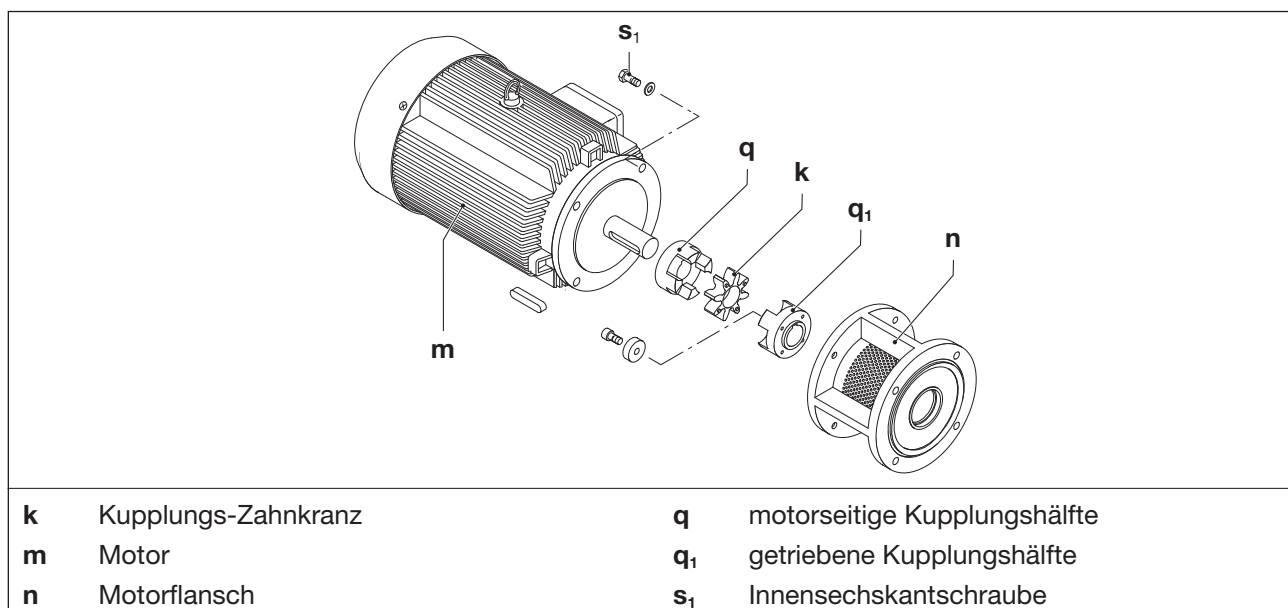
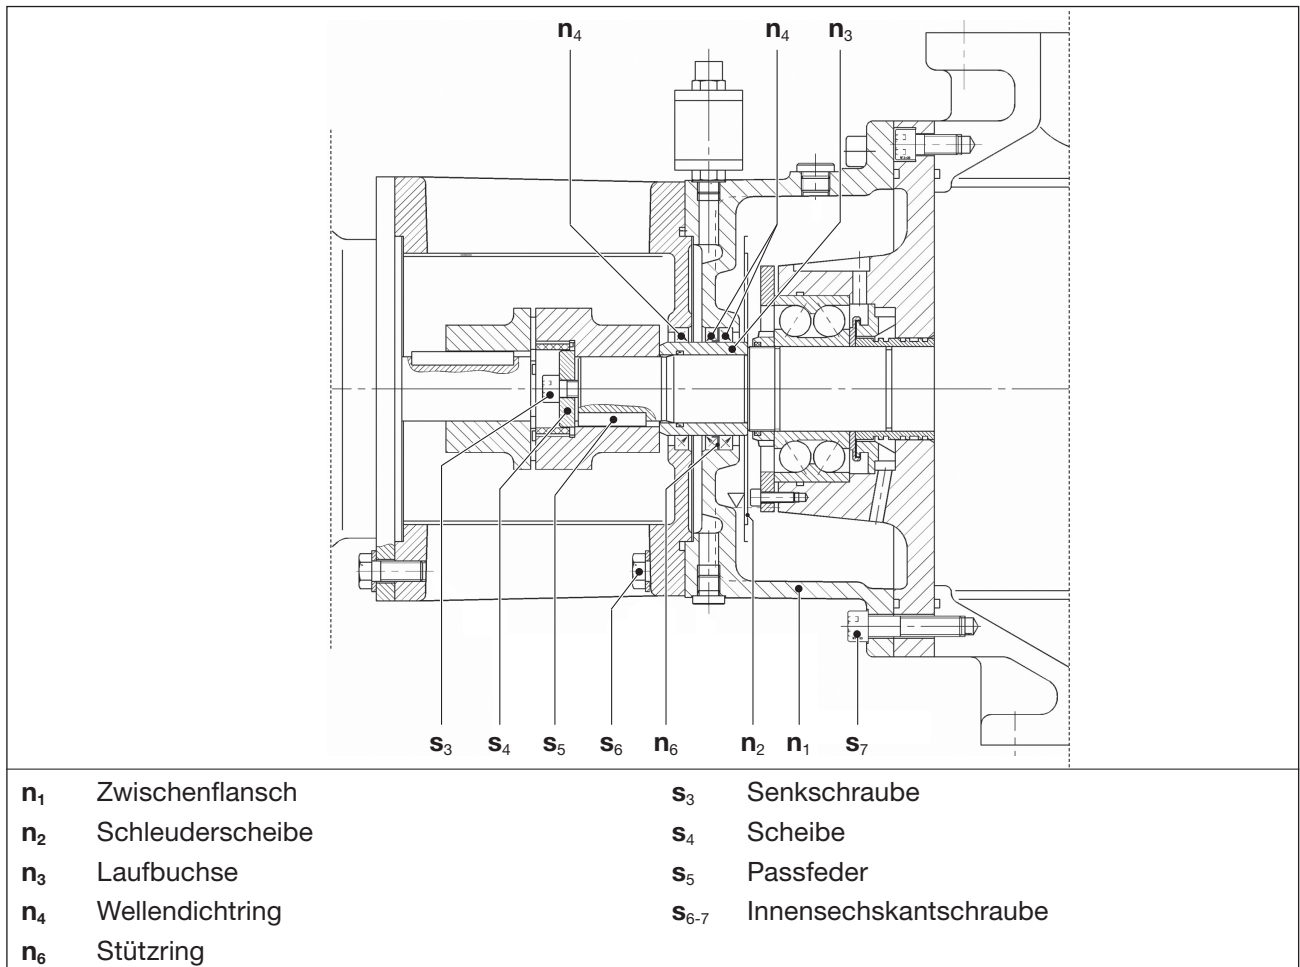

Abb. 10 Kupplung VWP 2500
Abb. 12 Wellendichtringe und Laufbuchse VWP 2500
Der Kupplungszahnkranz (Abb. 10/k) unterliegt einem Verschleiß und muss regelmäßig (mindestens 1 x pro Jahr) überprüft werden.
- b) Hebezeug am Motor (Abb. 10/m) befestigen (z.B. mit Rundschlinge oder Hebebändern).
- c) Schrauben (Abb. 10/s₁) am Motor (Abb. 10/m) lösen.
- d) Motor mit motorseitiger Kupplungshälfte (Abb. 10/q) vom Motorflansch (Abb. 10/n) axial abziehen und mittels Hebezeug aufhängen.
- e) Zahnkranz (Abb. 10/k) auf Beschädigung und Verschleiß prüfen und gegebenenfalls tauschen.
- f) Zahnkranz und Motor mit motorseitige Kupplungshälfte wieder axial aufschieben und mit den Schrauben (Abb. 10/s₁) am Motorflansch (Abb. 10/n) befestigen.
- c) Innensechskantschrauben (Abb. 10/s₁) am Motor (Abb. 10/m) lösen.
- e) Senkschraube (Abb. 12/s₂) lösen und mit der Scheibe (Abb. 12/s₃) entfernen.
- f) Die getriebene Kupplungshälfte (Abb. 10/q₁) mit einem geeignetem Abzieher vom Drehkolben abziehen.
- h) Innensechskantschrauben (Abb. 12/s₆) lösen und Motorflansch (Abb. 10/n) entfernen.
- j) Innensechskantschrauben (Abb. 12/s₇) entfernen.
- k) Zwei Schrauben in die zwei Gewindebohrungen (Abb. 3/a₆) eindrehen und den Zwischenflansch (Abb. 12/n₁) abdrücken.
- l) Die Laufbuchse (Abb. 12/n₃) vom Drehkolben abnehmen.
- m) Neue Laufbuchse (Abb. 12/n₃) und O-Ring aufschieben. Darauf achten, dass der O-Ring nicht beschädigt wird.
- n) Die Wellendichtringe (Abb. 12/n₄) und den Stützring (Abb. 12/n₆) mit einem Austreibdorn aus dem Motorflansch und dem Zwischenflansch austreiben.
- o) Neue Wellendichtringe (Abb. 12/n₄) und neuen Stützring (Abb. 12/n₆) montieren. Auf richtige Einbaulage achten.
- p) Zwischenflansch (Abb. 12/n₁) wieder anbringen und mit den Innensechskantschrauben (Abb. 12/s₇) befestigen. Anzugsmoment: 86 Nm
- q) Motorflansch (Abb. 10/n) montieren und mit den Schrauben (Abb. 12/s₆) befestigen.
- s) Passfeder (Abb. 12/s₅) einsetzen.
- t) Getriebene Kupplungshälfte (Abb. 10/q₁) auf den Drehkolben aufschieben und mit Scheibe (Abb. 12/s₄) und Senkschraube (Abb. 12/s₃) befestigen.
- u) Motor mit motorseitige Kupplungshälfte wieder axial aufschieben und mit den Schrauben (Abb. 10/s₁) am Motorflansch (Abb. 10/n) befestigen.